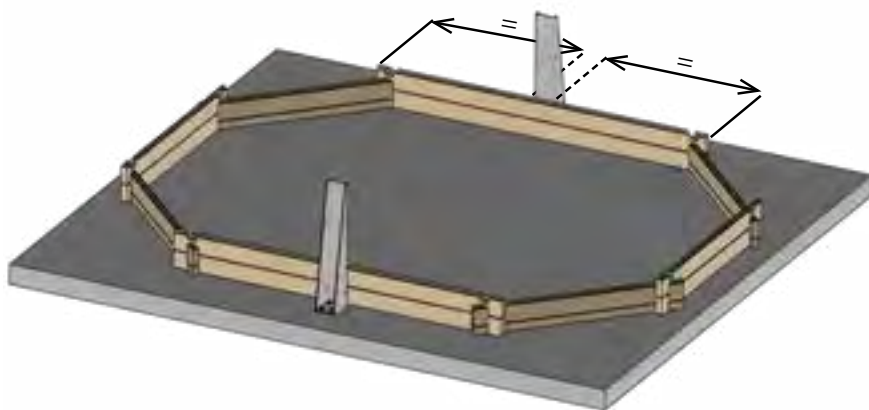

Fig. 3 / Abb. 3 / Afb. 3
- EN LAYOUT OF THE COLUMNS:** •Position the columns at the centre of the lateral of your pool, supported against the boards (figure 3). **Tighten the columns well around the entire layer of boards.** •Vertically drill the layer using a drill with a \varnothing 10mm bit for concrete, and using the column as a guide. The depth of the hole should be at least 100mm to guarantee good fixing. •Place the fixing bolts (with washers and nuts) into the holes and fix them with the help of a hammer. **COMPLETELY hammer in the fixing bolts (only the head should be visible).** •Tighten crosswise the 4 nuts.
- FR POSITIONNEMENT DES SABOTS :** •Placez les sabots au centre des grands pans de votre bassin, en appui contre les madriers (figure 3). **Plaquez bien les sabots le long des rangées de madriers.** • Percez bien verticalement la chape à l'aide d'un perforateur équipé d'un foret béton \varnothing 10 mm, en utilisant le sabot comme gabarit. La profondeur du perçage doit être au minimum de 100 mm pour garantir une bonne fixation. •Placez les gougeons d'ancrage (avec rondelles et écrous) dans les trous et frappez-les à l'aide d'un marteau. **Enfoncez ENTIEREMENT les gougeons d'ancrage (seule la tête doit rester visible).** •Serrez fermement en croix les 4 écrous.
NL PLAATSING VAN DE METALEN STEUNBALKEN: •Plaats de metalen steunbalken in het midden van de zijkant de uw zwembad, steunend tegen de planken (afbeelding 3). Schroef de metalen steunbalken stevig vast tegen de plankenrijen. •Boor perfect vertikaal gaten in de betonplaat met behulp van een boormachine voorzien van een boor voor beton van Ø 10 mm, gebruik de metalen steunbalk als patroon. De diepte van het boorgat moet tenminste 100 mm bedragen om een goede fixatie te garanderen. •Plaats de ankerbouten (met ringen en moeren) in de gaten en sla ze vast met behulp van een hamer. De ankerbouten **VOLLEDIG** vastdraaien (alleen de kop mag te zien zijn). •Draai de 4 moeren kruiselings stevig vast.